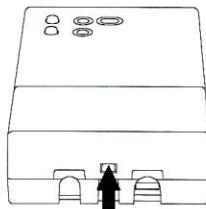

Fig. 2
- 2** Împingeți cu ajutorul șurubelnitei lamela de material plastic aflată în fanta de jos până când ridicăți puțin capacul cablurilor (Fig. 2).